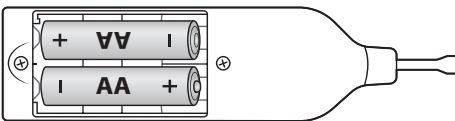

Abb. 1
- ◆ Öffnen Sie das Batteriefach ④ auf der Rückseite des Wachsschmelzers ①.
- ◆ Legen Sie die Batterien, wie im Batteriefach ④ gekennzeichnet, in den Wachsschmelzer ① ein (siehe Abb. 1).
- ◆ Schließen Sie das Batteriefach ④ wieder.